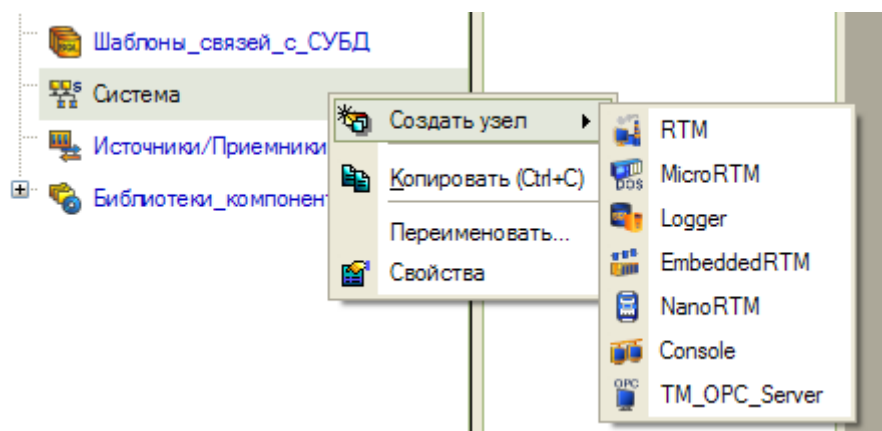

Рисунок 3 – Создание узла RTM
4. В разделе Система создайте узел RTM (см. рис. 3).